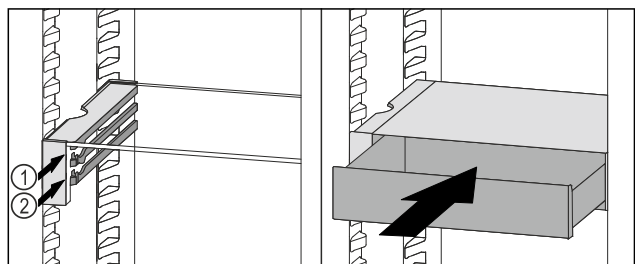

Fig. 146
- Placer le tiroir VarioSafe derrière les butées sur la nervure désirée Fig. 146 (1) ou Fig. 146 (2).